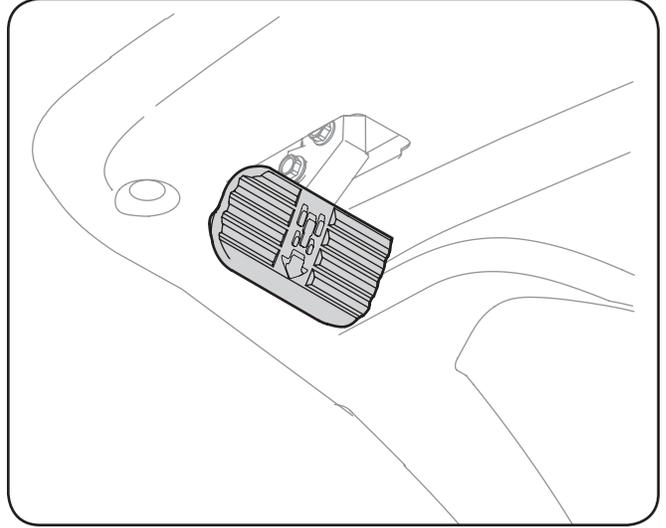

Figure 5-1
1. Appuyez légèrement sur la pédale de frein pour desserrer le frein de stationnement. Placez la manette de l'obturateur à la position RAPIDE (lapin). Voir la Figure 5-1.
2. Pour vous déplacer en MARCHÉ AVANT, placez le levier de vitesses à la position de marche avant, puis appuyez lentement sur la pédale d'accélérateur jusqu'à l'obtention de la vitesse désirée. Voir la Figure 5-1.